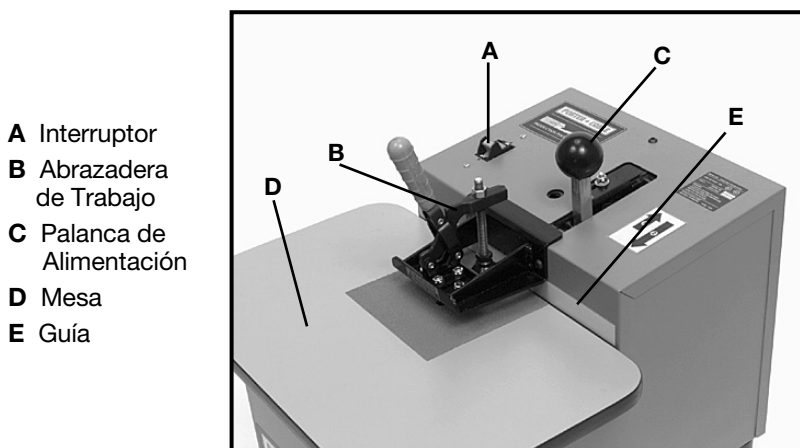

Fig. 2
4. Infórmese de las características y los mandos como están indicados en la Fig. 2.